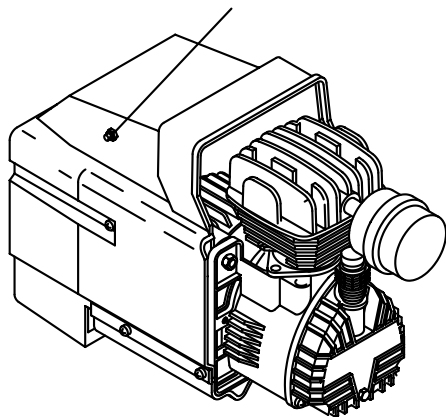

Fig. 9
- (2) Si le cordon prolongateur n'est pas conforme aux spécifications données à la page 18, le remplacer par un cordon prolongateur comme ceux montrés à la page 18. Si la capacité de l'alimentation secteur est insuffisante, augmenter la capacité pour éliminer la cause d'un flux de courant excessif (surintensité).
- (3) Attendre environ 5 minutes, puis appuyer sur le commutateur de réinitialisation du protecteur thermique (Fig. 9).